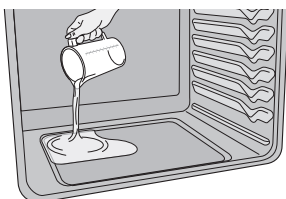

Figure 25 : Ajoutez 1 tasse d'eau du robinet
3. Versez 1 tasse d'eau du robinet dans le fond du four (Figure 25). Fermez la porte du four.